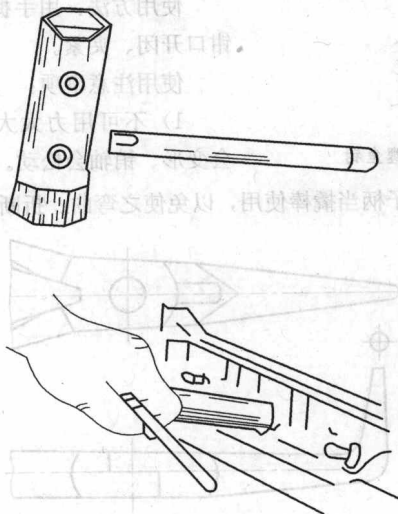

图 1-6 火花塞套筒扳手
(6) 管子扳手。管子扳手主要用于扳转金属管子或其他圆柱工件。管子扳手柄口上有牙,工作时会将工作表面咬毛,故应避免用来拆装螺栓、螺母。
(7) 火花塞套筒扳手(见图 1-6)。火花塞套筒扳手是一种薄壁长套筒、用手拆除火花塞的专用工具。使用前,应根据火花塞六角对边的尺寸,选用内六角对边尺寸与其相同的火花塞套筒。拆卸时,套筒应对正火花塞六角头套接受当,不可歪斜,然后再逐渐加大扭力,以防滑脱。